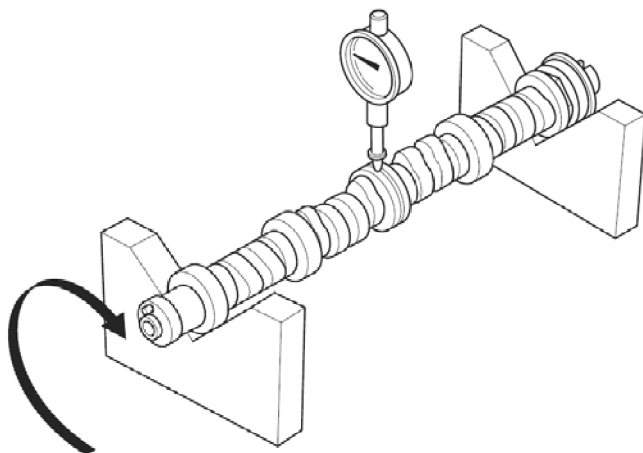

图 10-26 测量凸轮轴跳动量
11) 如图 10-26 所示，检查支撑在 V 形块上的凸轮轴全跳动。如果凸轮轴的全跳动在维修极限内，则更换气缸盖。如果凸轮轴的全跳动超出维修极限（0.04mm），则更换凸轮轴并重新检查油膜间隙。如果油膜间隙仍然超出公差，则更换气缸盖。